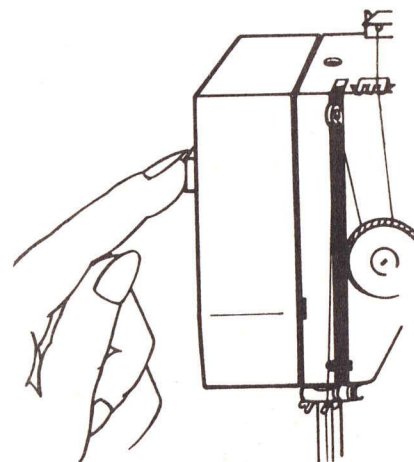

Abb. 5
6. Einschalten der Nähbeleuchtung (Abb. 5)